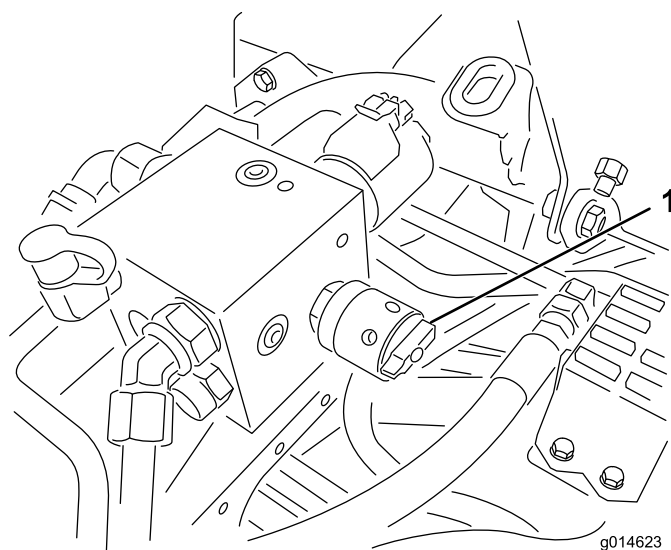

Figura 53
6. Girate il comando di velocità dei cilindri in posizione 1 (Figura 53).